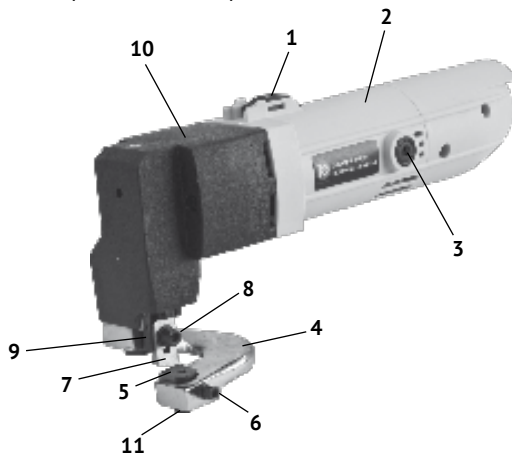

рис.1
Общий вид ножниц представлен на рис. 1
- включение ножниц осуществляется перемещением ползунка выключателя (рис.1 поз.1) в положение «I» - включено;
Неподвижный нож (рис.1 поз.5) расположен в пазе опорной подошвы (рис.1 поз.4), имеющей форму подковы (серьги). Для его замены:
- открутить винт регулировки (рис.1 поз.6) и болт крепления (рис.1 поз.11);
- Подвижный нож (рис.1 поз.7) расположен в пазе штока (рис.1 поз.9). Для его замены:
- открутить винт крепления (рис.1 поз.8);
- открутить крышки щёткодержателей (рис.1 поз.3), расположенных по бокам корпуса двигателя (рис.1 поз.2);